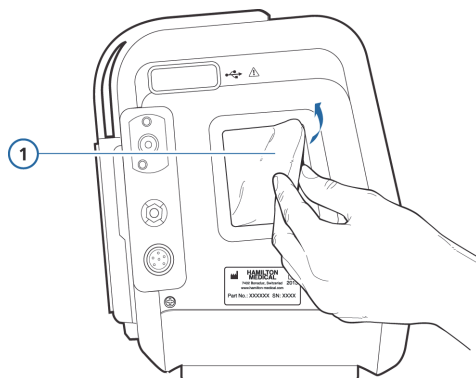

Figura 11-1. Retirada do filtro da ventoinha (1)
6. Instale um novo filtro da ventoinha (Figura 11-1) ou lave o filtro instalado com uma solução de sabão neutro e depois enxágue, seque e recoloque.